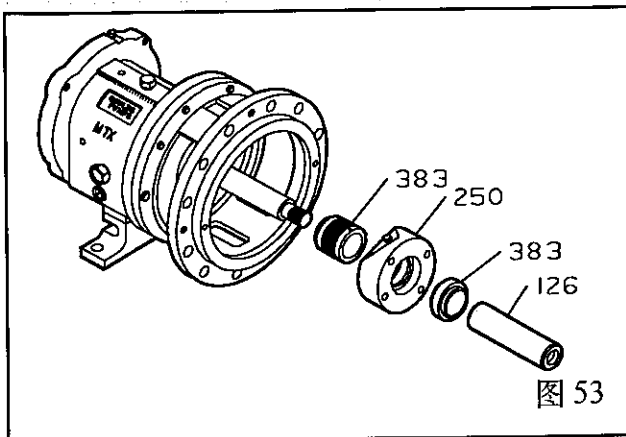

图 53
5. 取下静环和装有垫片密封压盖或密封腔(图 53、54)。